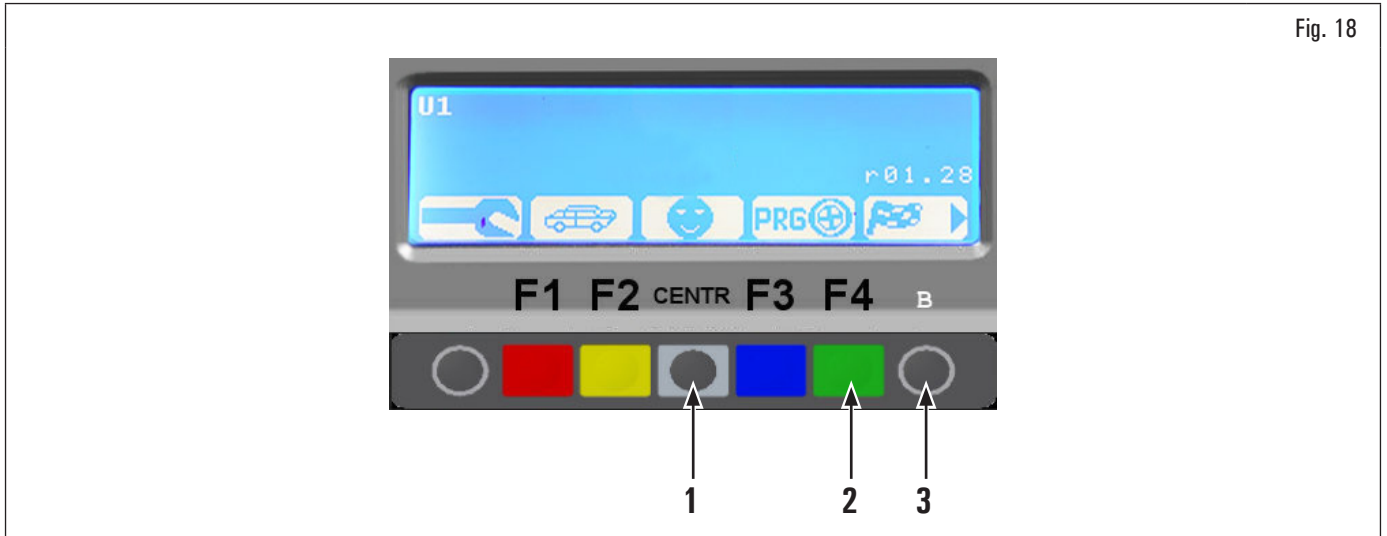

Fig. 18
Dalla prima pagina del programma, mantenendo premuto il pulsante (B) (Fig. 18 rif. 3), premere ripetutamente il pulsante (F4) (Fig. 18 rif. 2) per ottenere più luminosità/contrasto o premere ripetutamente il pulsante (CENTR) (Fig. 18 rif. 1) per ottenere meno luminosità/contrasto.